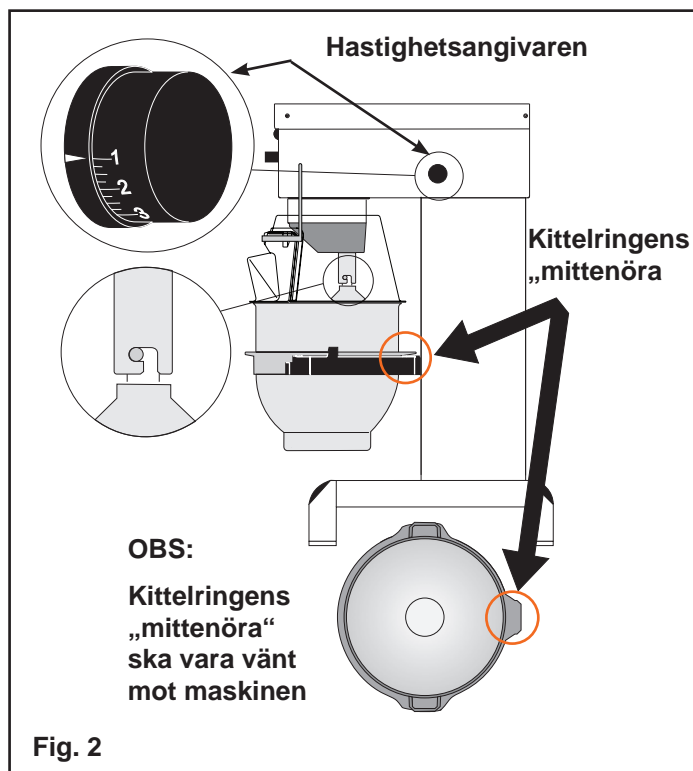

Fig. 2
- B** **Obs!** Kittelarmarna ska vara i lägsta möjliga läge. Placera kitteln i kittelarmarna. Se till att kitteln skjuts in så långt som möjligt i armarna och att kittelringens ”mittenöra” är vänt inåt, mot maskinen (**fig. 2**). Placera mixningsverktyget i bajonettaxeln. Stiftet på verktyget ska skruvas hela vägen in i bajonethålet. Stäng säkerhetsskärmen.
- F** Tryck på  och  tills du når önskad hastighet. Hastigheten avläses på indikatorn på sidan av maskinen (**fig.2**). Se även ”**Rekommenderade maxhastigheter**” (**fig.1**).